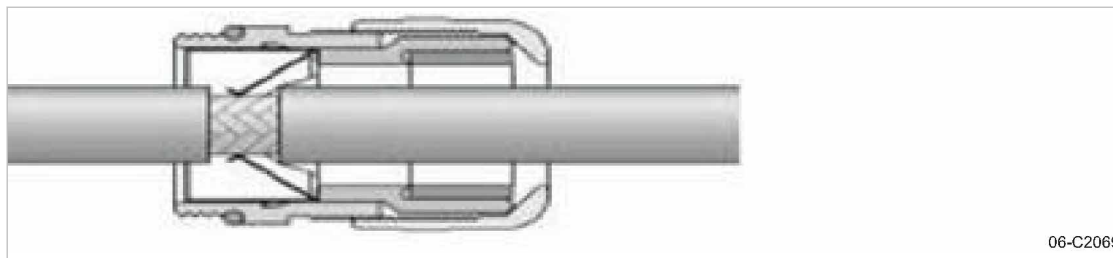

Fig. 3 Passage du câble de bus blindé
6. Introduire les câbles de bus dans les presse-étoupes jusqu'à ce que la partie dénudée soit au contact des ressorts du presse-étoupe CEM (voir fig. 3).